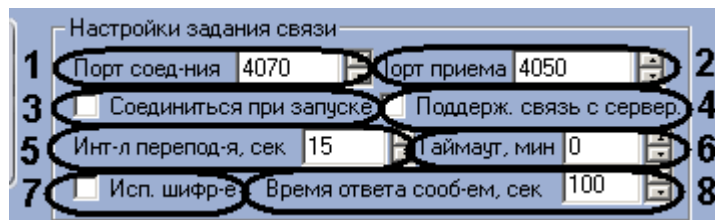

Рис. 3.6—1 Группа параметров Настройки задания связи
Настройка связи контроллера осуществляется на панели настроек соответствующего объекта в группе параметров **Настройки задания связи** (Рис. 3.6—1).
1. В поле **Порт соедин-ния** необходимо указать номер порта, который указан в поле **Порт приема** на панели настроек объекта **СКД VertX / Edge** (см. Рис. 3.6—1, 1).
2. В поле **Порт приема** необходимо ввести номер порта для приема сообщений с Сервера HID (см. Рис. 3.6—1, 2).
3. Установить флажок **Соединяться при запуске**, если требуется чтобы связь с контроллером устанавливалась сразу после его включения (см. Рис. 3.6—1, 3).